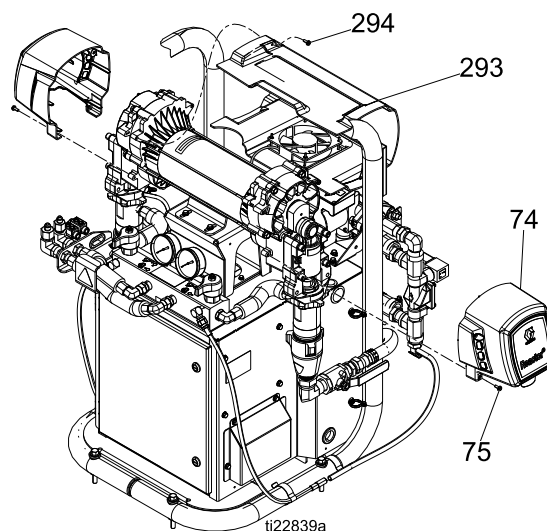

Figure 12
13. Извлеките винты (294) и снимите щиток электродвигателя (293), см. рис. 12.